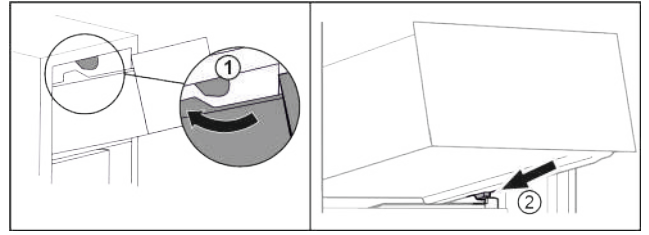

Fig. 21
- ▶ Обвести висувний ящик навколо верхнього стопора Fig. 21 (1).
- ▶ Встановити висувний ящик за нижніми стопорами на ребро для резервуару навкосои Fig. 21 (2).